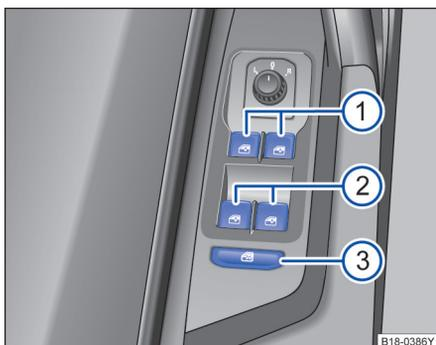

图 53 在驾驶员侧车门内：前部和后部车窗升降器的按钮。
⇒ 图 53 的图例：
安全按钮 ⇒ 图 53③ 停用后门车窗控制按钮。这时按钮中的黄色指示灯亮起。